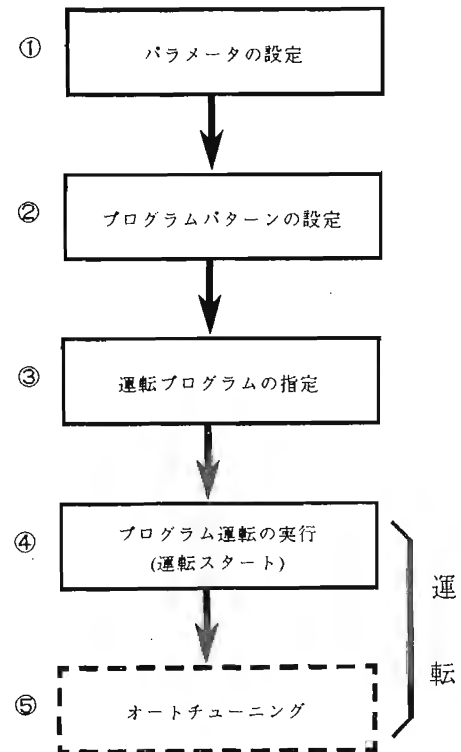

図10.1
UP40 をプログラム運転させるためには、図 10.1 に示すとおり①、②、③の各種の設定が必要です。